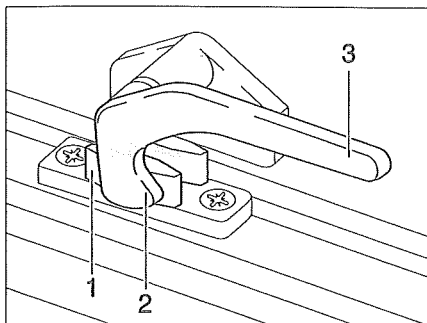

Bild 32 Låsarm i läget "stängd"
- Sväng låsarmen (Bild 32,3) ett kvarts varv mot fönstrets mitt.
- Sväng låsarmen (Bild 32,3) ett kvarts varv mot fönsterkarmen. Låsspaken (Bild 32,2) är placerad på insidan av fönsterlåset (Bild 32,1).
- I läget "helt stängt" (Bild 32)